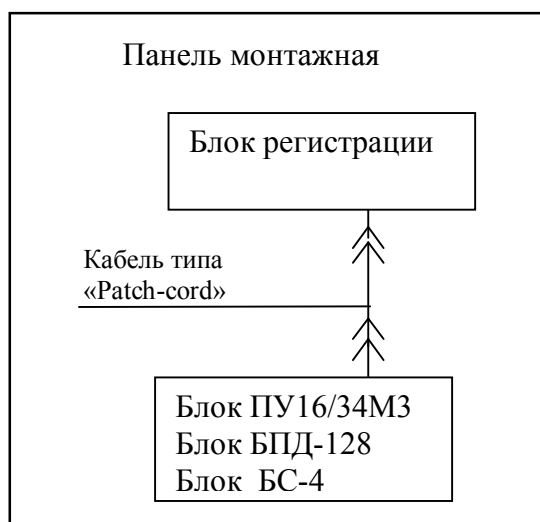

Рисунок 10 Схема монтажа регистратора при местном подключении блоков ПУ16/32М3, блока БПД-128 и блока БС-4
5.4.2.3 При местном подключении для соединения оптической схемы используются только кабели типа Patch-cord длиной до 4 м (Рисунок 10).